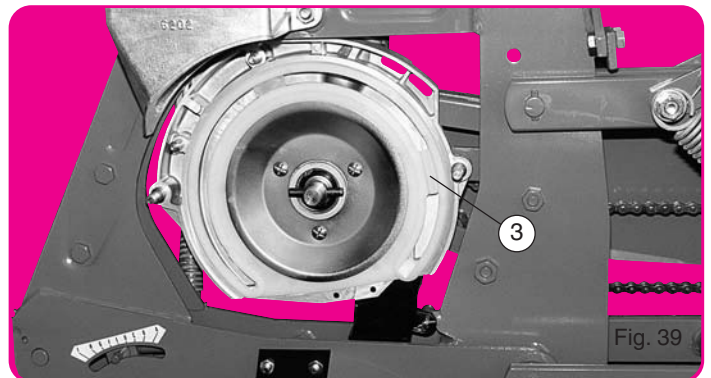

Fig. 39
Cet équipement est utilisable en 18 trous pour semis de maïs ou pour semis en poquets de coton-haricots... Avec la roue à ailettes, il faut supprimer la cale éjecteur du couvercle (voir pages 10-11), mettre en place un bouchon ③ (fig. 39) et employer une plaque de sélection spéciale mince.
In das Dosierelement läßt sich auch eine Säscheibe mit dem herkömmlichen Zellenrad einsetzen (Abb. 39).